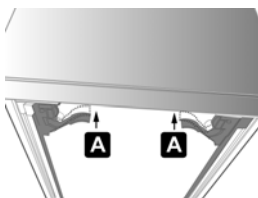

Abbildung 1
- Auf die Clips (A, siehe Abbildung 1) an der Unterseite drücken. Die Auszugssperre wird gelöst.